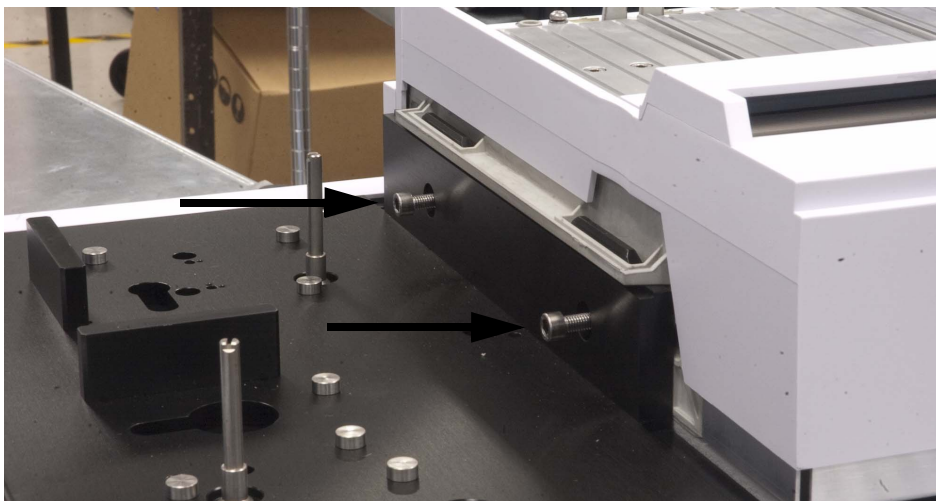

Figura 14 Sujeción de la bandeja de muestras al soporte de montaje de la estructura principal
- 3 Con un destornillador T-30 Torx, instale los dos tornillos T-30 en el soporte de montaje de la estructura principal, fijando la bandeja de muestras en la base de la estructura principal (Figura 14).